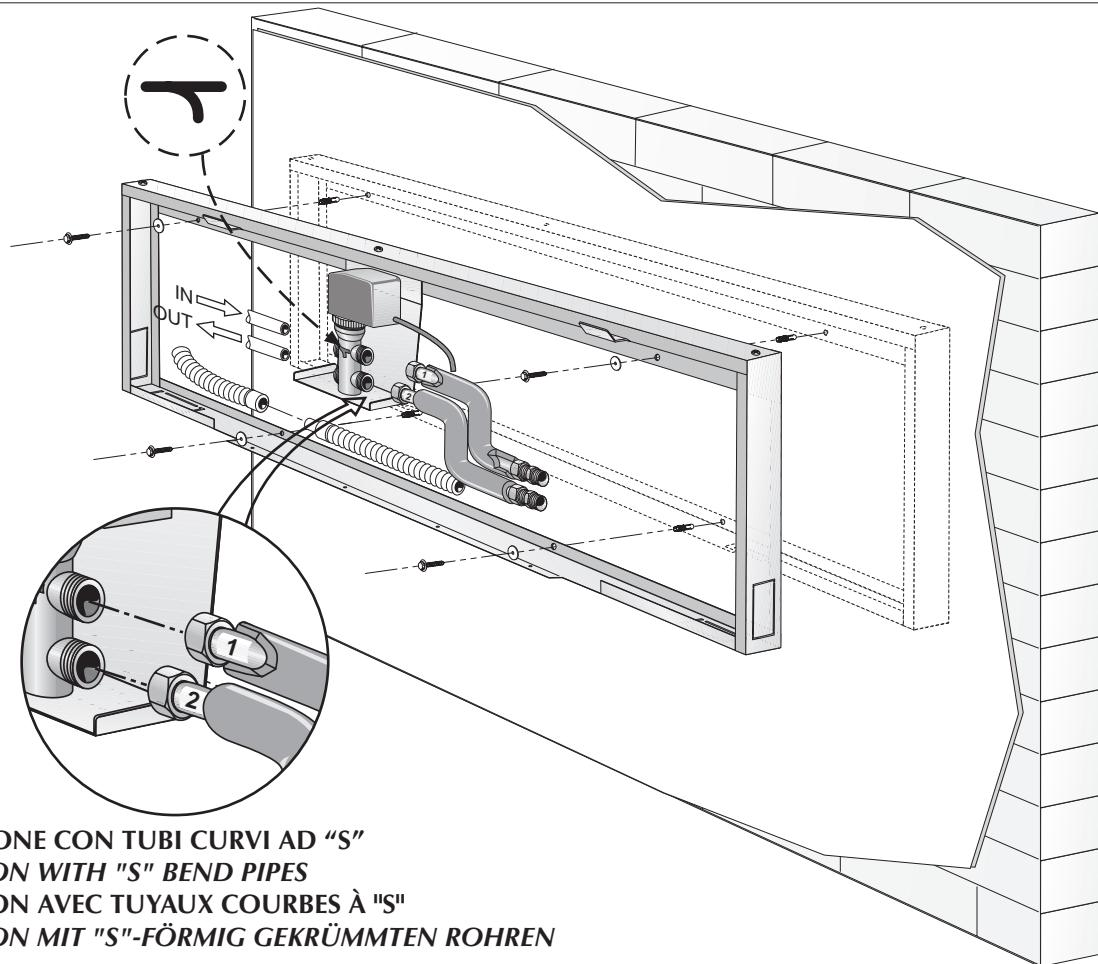

Fig. 12
- Collegare la valvola ai tubi in dotazione. Usare i tubi a forma di "S" nel caso i tubi dell'impianto provengano da sinistra (fig.12) oppure quelli a forma di "J" per i tubi dell'impianto provenienti da destra (fig.13).
- Connect the valve to the supplied pipes. Use the "S" shaped pipes if the pipes of the plant come from the left (fig.12) or the "J" shaped pipes in the case of plant pipes coming from the right (fig.13).
- Connectez la vanne aux tuyaux fournis en complément . Utilisez les tuyaux à "S" si les tuyaux de l'installation arrivent de la gauche (fig. 12) ou les tuyaux à "J" si les tuyaux de l'installation viennent de la droite (fig. 13).
- Das Ventil an die mitgelieferten Rohre anschließen. Die Rohre in "S"-Form verwenden, wenn die Rohre der Anlage von links kommen (Abb. 12) oder die in "J"-Form für die Rohre der Anlage, die von rechts (Abb. 13) kommen.